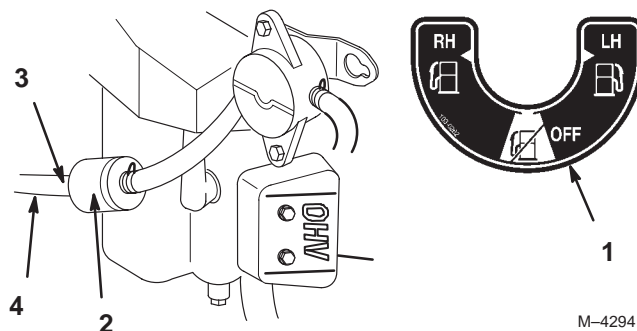

Figure 39
5. Posez un filtre neuf et rapprochez les colliers de fixation du filtre (Fig. 39).
2. Fermez le robinet d'arrivée de carburant (Fig. 39).
3. Desserrez le collier de serrage au niveau du filtre à carburant et repoussez-le le long de la conduite d'alimentation pour l'éloigner du filtre (Fig. 39).
4. Débranchez la conduite d'alimentation du filtre (Fig. 39).
5. Ouvrez le robinet d'arrivée de carburant des réservoirs gauche et droit, et laissez le carburant s'écouler dans un bidon ou un bac de vidange (Fig. 39).
6. Raccordez la conduite d'alimentation au filtre. Rapprochez le collier de serrage du filtre pour fixer la conduite d'alimentation (Fig. 39).